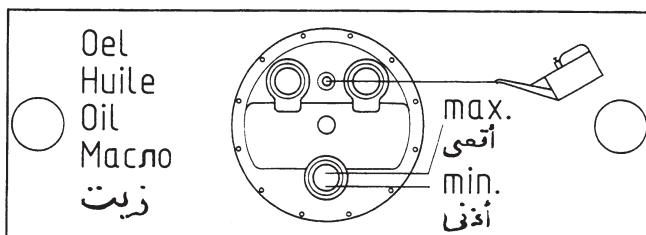

Fig. 3-16
- Schmieröl entsprechend Schild für den Ölstand (46015/48013) bis zur oberen Schauglasmarke auffüllen (s. Fig. 3-16)
- Fill the lubricating oil in accordance to the oil level plate (46015/48013) up to the upper sight glass mark (see fig. 3-16).